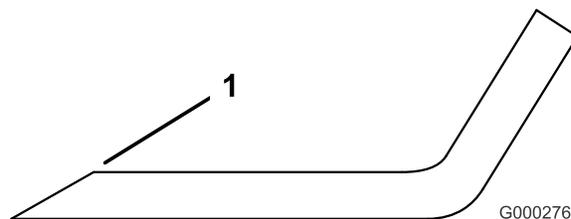

Figure 99
1. Au moyen d'une lime, aiguiser les tranchants aux deux extrémités de la lame (Figure 99). Veillez à conserver l'angle de coupe d'origine. Limez la même quantité de métal sur chacun des deux tranchants pour ne pas déséquilibrer la lame.